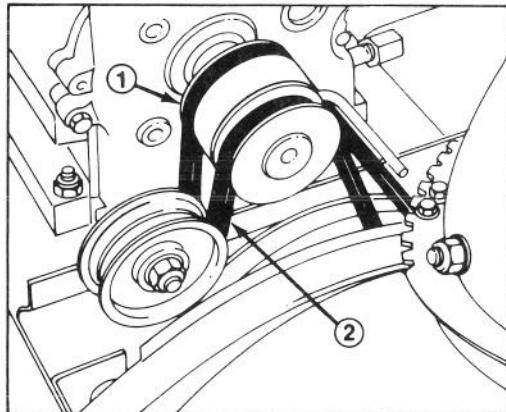

Abbildung 24
Ist der Antriebsriemen (Abb. 24) abgenutzt, verzogen, verölt oder anderweitig defekt, muß er erneuert werden.
- Den neuen Keilriemen auf die große Räumwerk/Gebläse-Riemscheibe (Abb. 24) legen und so über die Motorriemscheibe ziehen, daß er innerhalb der Spannrolle und Riemenführung zu liegen kommt (Abb. 24).
- Die Schneefräse wieder gerade stellen und den Fahrantriebsriemen von der Motorriemscheibe und von der großen Fahrantreibsriemscheibe abnehmen (Abb. 24).
- Den neuen Keilriemen auf die große Fahrantreibsriemscheibe legen (Abb. 24). Dann so über die Motorriemscheibe ziehen, daß er innerhalb der Spannrolle und Riemenführung zu liegen kommt (Abb. 24).